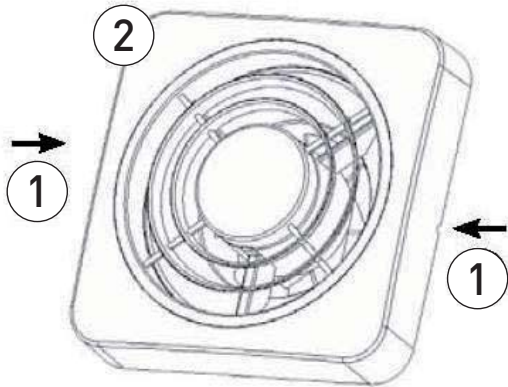

Abbildung 8
1. Nehmen Sie den Deckel [2] vom Motorträger, indem Sie mithilfe eines kleinen Schraubenziehers auf die seitlichen Löcher [1] drücken (Abbildung 8).